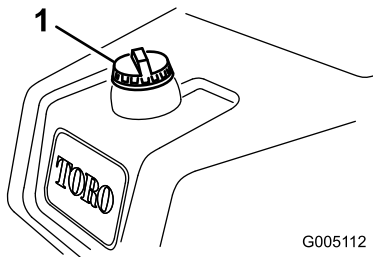

Figura 21
1. Limpie alrededor del tapón de combustible y retírelo (**Figura 21**).